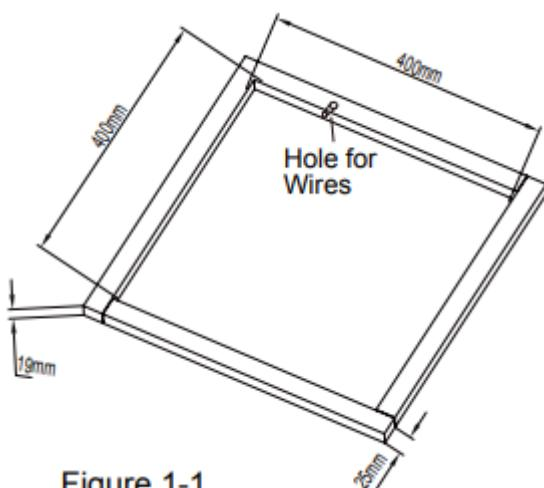

Figure 1-1
Si une ouverture de ventilation de toit n'est pas utilisée, une nouvelle ouverture (voir figure 1-1) sera découpée dans le toit du véhicule. Une ouverture correspondante devra également être découpée dans le plafond intérieur
2. Il doit être capable de maintenir la surface extérieure du toit et le plafond intérieur séparés et de les soutenir, de sorte que lorsque le climatiseur de toit et l'ensemble du plafond sont boulonnés ensemble, il n'y a pas d'effondrement. Un cadre de support typique est illustré à la figure 1-1